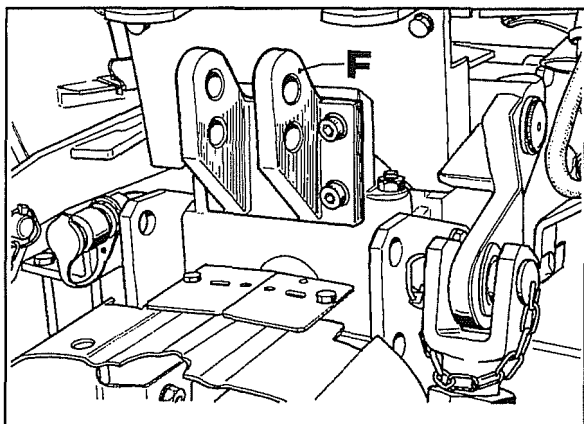

Fig. 7
- 3 Para chegar ao acima referido interruptor é necessário retirar a ligação 3º ponto **F** fig.7.